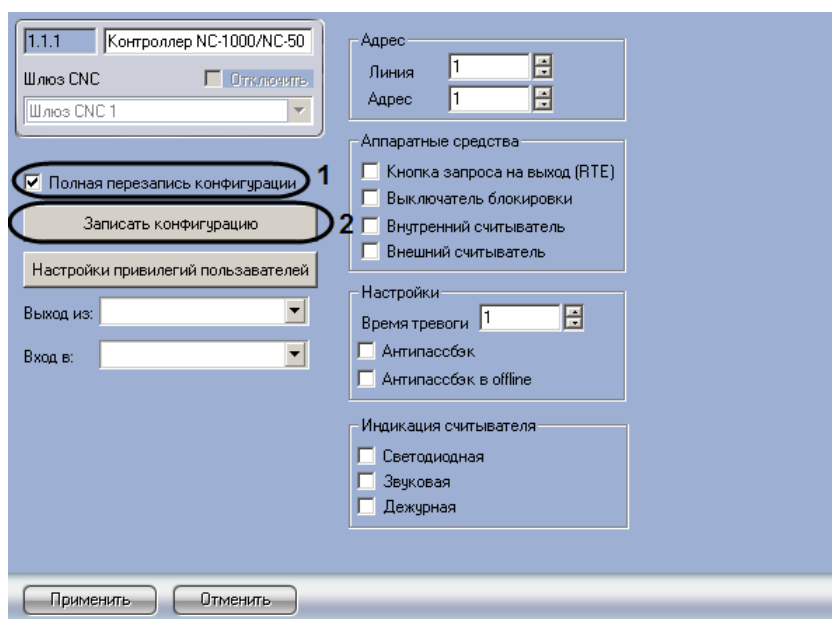

Рис. 3.4—9 Запись конфигурации в контроллер
1. Перейти на панель настроек объекта **Контроллер NC-1000/NC-5000**, соответствующего требуемому контроллеру (Рис. 3.4—9).
2. В случае, если при нажатии кнопки **Записать конфигурацию** требуется выполнить полную перезапись конфигурации контроллера, установить флажок **Полная перезапись конфигурации**. Если данный флажок снять, в контроллер будут записаны только изменения в конфигурации (Рис. 3.4—9, 1).
3. Нажать кнопку **Записать конфигурацию** (см. Рис. 3.4—9, 2).